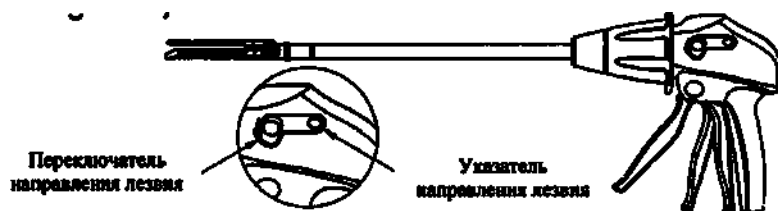

Рисунок 11
5. Удерживайте подвижную рукоятку ровно, пока прошивание не завершено. Продолжайте удерживать в течение 15 секунд после прошивания. Если лезвие невозможно вернуть в исходное положение, нажмите переключатель направления лезвия и удерживайте подвижную рукоятку снова. Затем лезвие сможет вернуться в исходное положение (Рисунок 11).